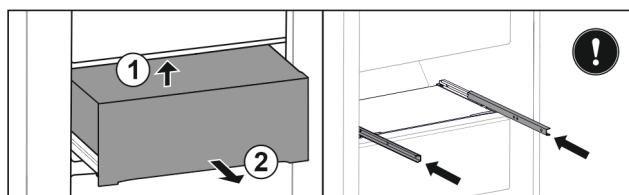

Fig. 49
- ▶ Lyft utdragslåda underifrån i bak. Fig. 49 (1)
- ▶ Ta ut utdragslåda genom att dra den framåt. Fig. 49 (2)